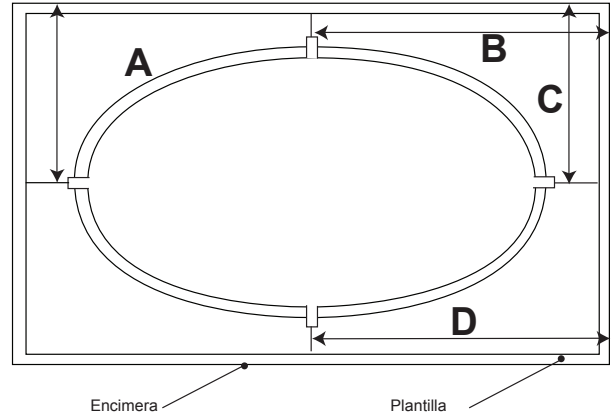

Figura 14 - Idstance de Medición
- Mida la distancia desde la pared u otro punto fijo hasta las líneas del centro (Figura 14).